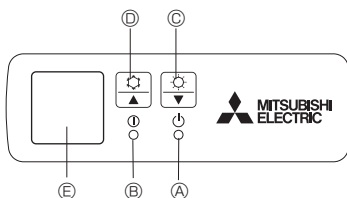

Fig. 5-1
[Fig. 5-1] ④ DEFROST/STAND BY-lamp
- ⑤ Bedrijfslamp
- ⑥ Noodbedrijfschakelaar (verwarmen)
- ⑦ Noodbedrijfschakelaar (koelen)
- ⑧ Ontvanger